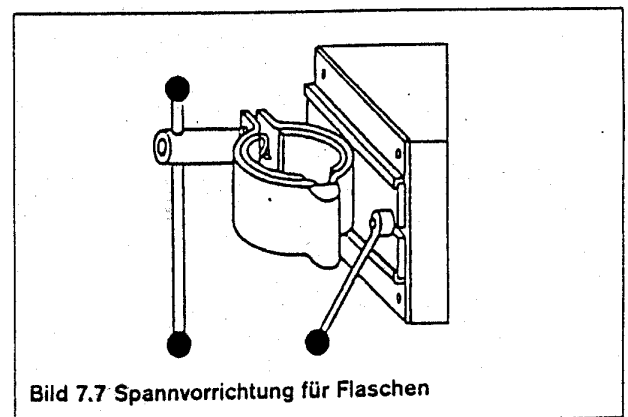

Bild 7.7 Spannvorrichtung für Flaschen
- Spannvorrichtung für Flaschen (Bild 7.7)